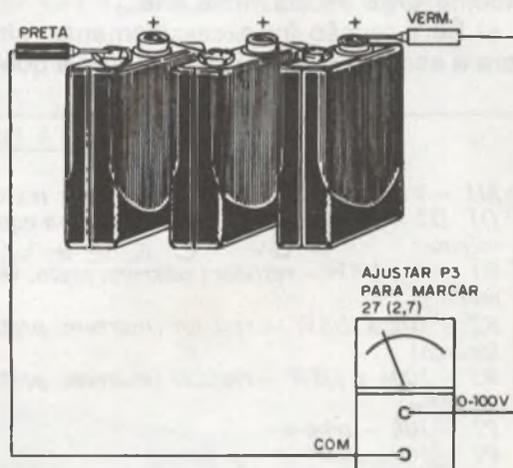

FIGURA 15
c) Para a escala de 0-100V use três baterias de 9 V em série, conforme mostra a figura 15, e ajuste o trim-pot P3 para que o instrumento indique 27V. As pontas de prova devem estar em (comum) e (0-100V).